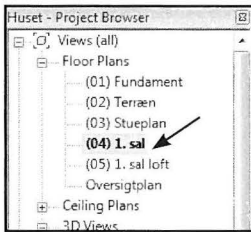

Fig. 09.167.
- Stå i (04) 1. sal i *Project Browseren* (Fig. 09.167).